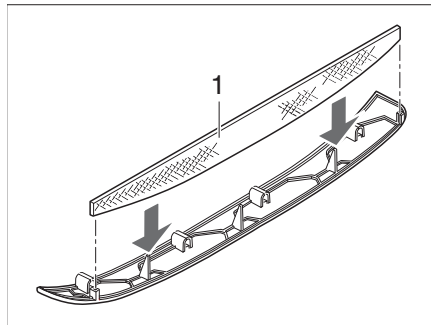
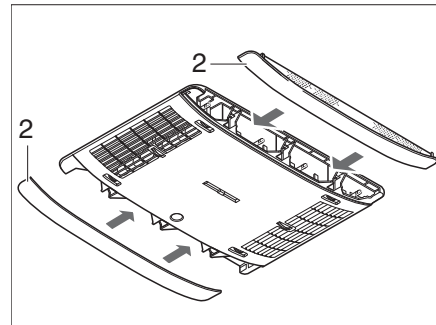

Fig. 311 Filtre à peluches de la climatisation
Fig. 312 Panneaux de la climatisation
Dans les panneaux latéraux (Fig. 312,2) se trouvent deux filtres à peluches. Les filtres à peluches doivent être nettoyés, et si nécessaire remplacés, à intervalles réguliers, au moins cependant tous les 6 mois.
- Enlever le panneau (Fig. 312,2) du distributeur d'air et nettoyer ou, si nécessaire, remplacer le filtre à peluches (Fig. 311,1).